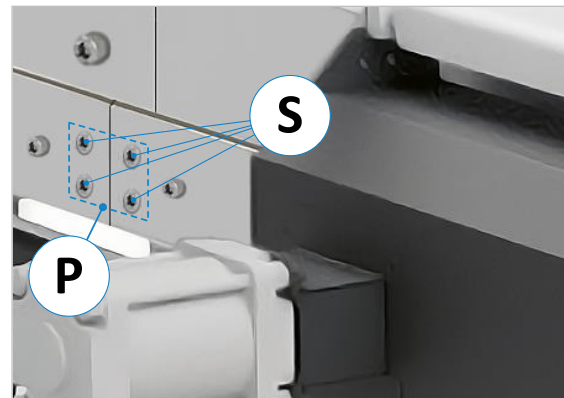

Figure 10 : relier les segments (face arrière)
2. **Seulement EXAKT HD A et E** : Pour relier entre eux les plats de guidage (F) pour la butée aux points de jonction, utilisez pour chaque point de jonction une des plaques de liaison (P) fournies avec les quatre trous taraudés (voir \Rightarrow Figure 10). Installez-les par l'avant resp. par l'intérieur et fixez-les par l'arrière à l'aide d'une clé Allen de 6 par l'intermédiaire des quatre vis à six pans creux (S).